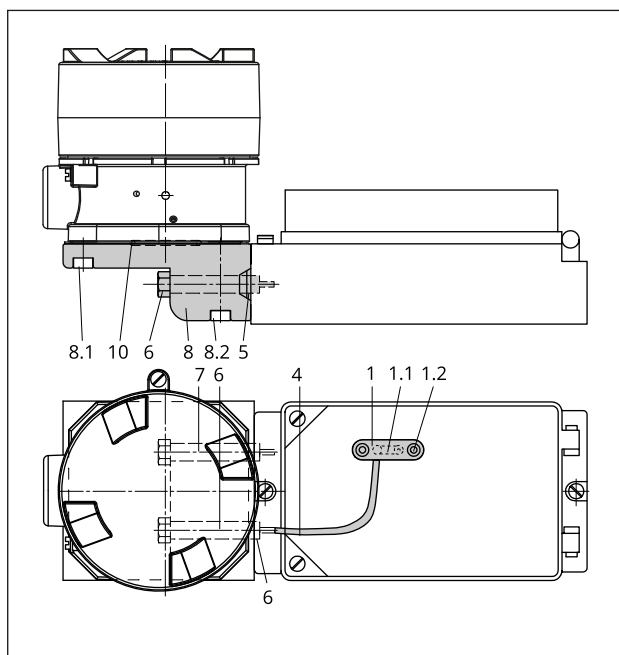
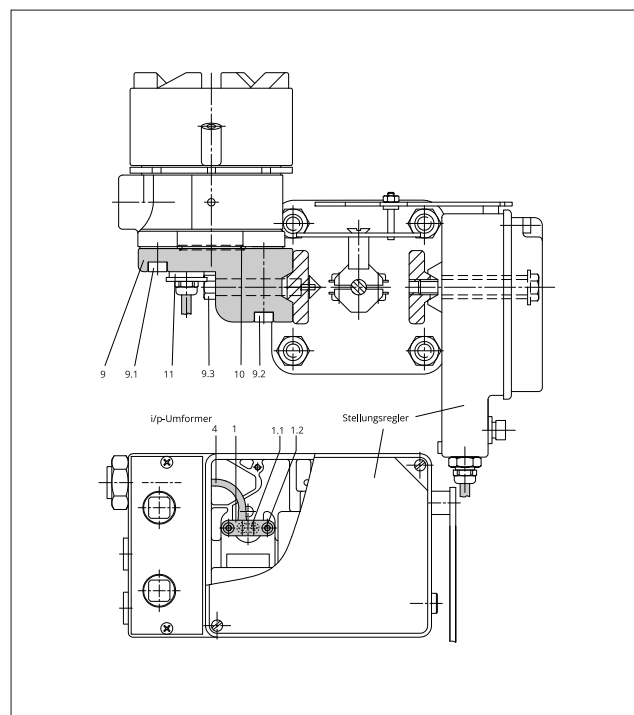
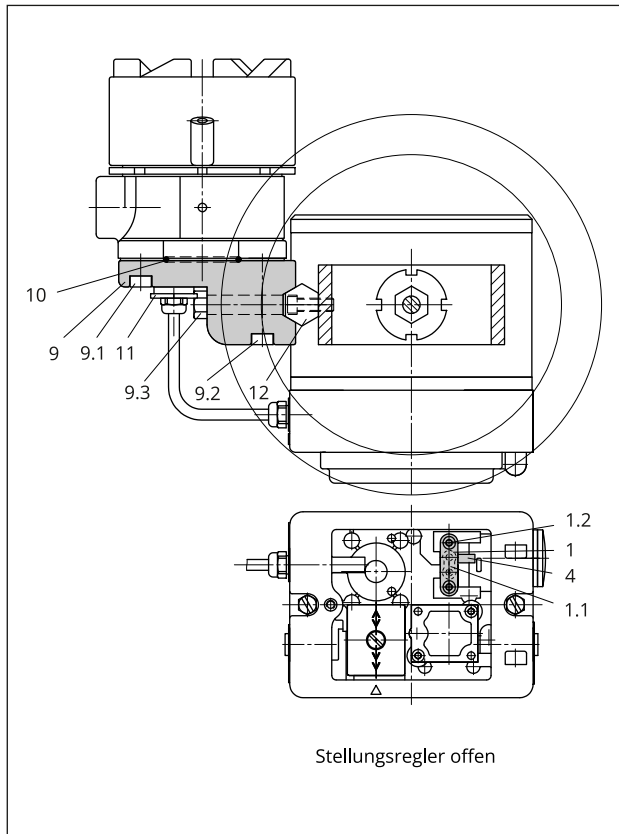

Bild 12: Direktanbau mit Stellungsregler Typ 3766
Bild 13: NAMUR-Anbau an Stellventil mit Stellungsregler Typ 4765
Bild 14: Anbau an Mikroventil mit Stellungsregler Typ 3760
Beim Direktanbau mit Stellungsregler Typ 3766-000 (vgl. Bild 12) wird der Anschluss über die Schraube mit Tülle (6) und die Gewindebuchse (5) hergestellt. Die zweite Schraube (7) dient der Entlüftung des Umformers über das Stellungsreglergehäuse. Vor der Montage des Anschlussstücks (8) am Stel-
Bei den Stellungsreglern Typ 4765 und Typ 3760 (vgl. Bild 13 und Bild 14) ist die Gewindebohrung ¼ NPT des Anschlussstücks (9) mit einer geeigneten Verschraubung zu versehen und diese über eine Rohr- oder Schlauchverbindung mit der dem Eingangsanschluss (Input Signal 27) des Stellungsreglers zu verbinden.
Silikonschlauch (4, vgl. Bild 12 und Bild 13) aufstecken.
Kappe (4, vgl. Bild 14) aufstecken.